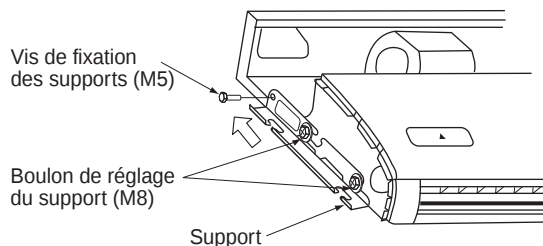

Fig. 8
- Après avoir retiré les vis de fixation (M5) des supports, situées à l'arrière de ceux-ci, tirez les supports vers l'arrière (dans le sens de la flèche) et démontez-les. **(Reportez-vous à la Fig. 8)**